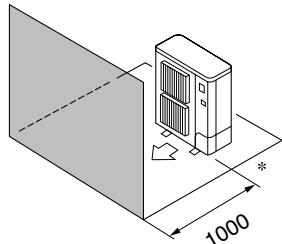

Fig. 2-5
④ Solo ostacoli anteriori (Fig. 2-5)